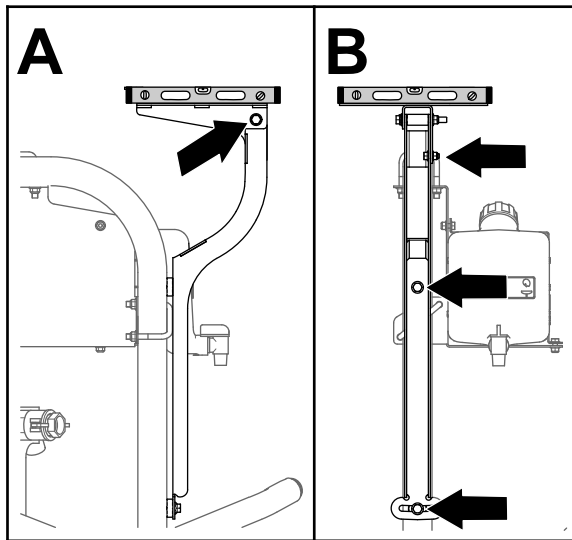

Figura 155
- Nivele la placa del receptor lateralmente (izquierda/derecha) (Figura 155).
- Nivel la placa del receptor en sentido adelante/atrás (Figura 155).